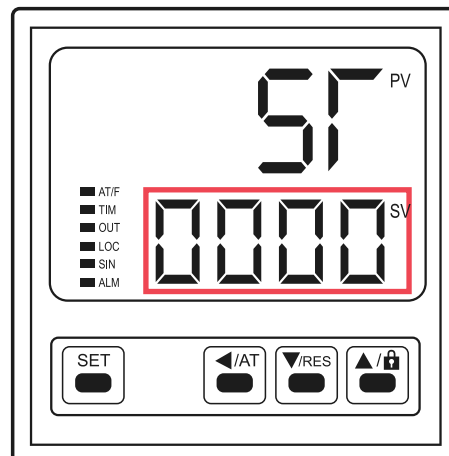

Figura 9. Desactivar temporizador
1. Para una operación continua (sin temporizador) presione 2 veces el botón “**SET**” y utilice los botones: de desplazamiento (◀), de disminución (▼) y de aumento (▲) para definir el tiempo en “0” (Figura 9).